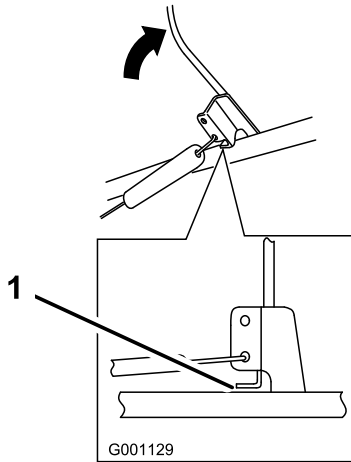

Bild 22
2. Stellen Sie sicher, dass ein Abstand von 2 bis 3 mm zwischen dem Schaltbügel und dem Griff vorhanden ist (Bild 22). Lesen Sie zum Einstellen des Kabels „Einstellen des Kabels“ unten.